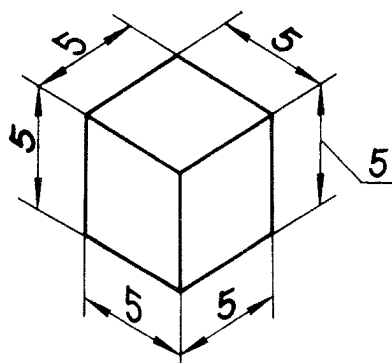

图 15
**3.1** 轴测图的线性尺寸，一般应沿轴测轴方向标注。尺寸数值为零件的基本尺寸。尺寸数字应按相应的轴测图形标注在尺寸线的上方。尺寸线必须和所标注的线段平行，尺寸界线一般应平行于某一轴测轴。当在图形中出现字头向下时应引出标注，将数字按水平位置注写（图 15~17）。